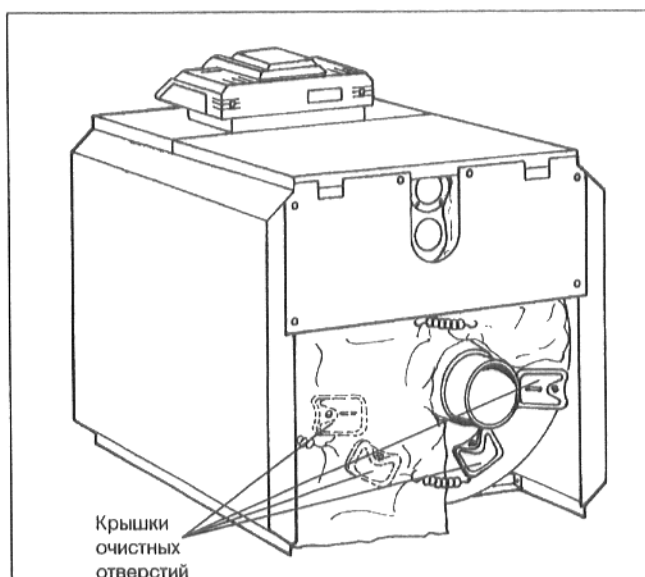

рис. 46
- Ослабить зажимные пружины под патрубком отходящего газа, откинуть вверх обе части изоляционного элемента в соответствии с рис. 46 и закрепить с помощью зажимной пружины.
- Снять крышку очистного отверстия на задней секции и коллекторе отходящего газа (рис. 46).